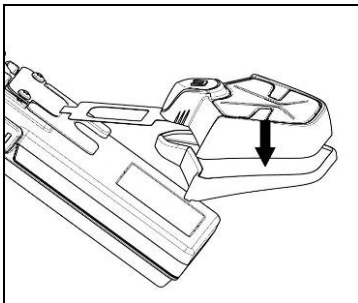

Fig. 5
- Ruotare l'adattatore fino a portarlo in posizione orizzontale come il sistema ESS, quindi premere i due componenti tra loro fino a farli aderire l'uno sull'altro (Fig. 5);